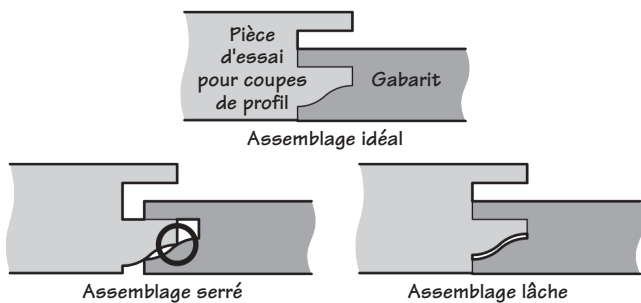

Figure 5 : Essais de vérification de l'espacement des couteaux
3. Pour vérifier l'espacement entre les couteaux, assemblez la pièce d'essai et le gabarit. Voir la **figure 5**. Si l'assemblage est trop serré ou que la pièce d'essai ne s'insère pas correctement dans le gabarit, enlevez les cales entre les couteaux. Au contraire, si l'assemblage est lâche, ajoutez des cales. Effectuez d'autres essais jusqu'à ce que les deux pièces s'unissent parfaitement. Sur le gabarit, inscrivez le nombre de cales utilisées – ou leur épaisseur – aux fins de référence.